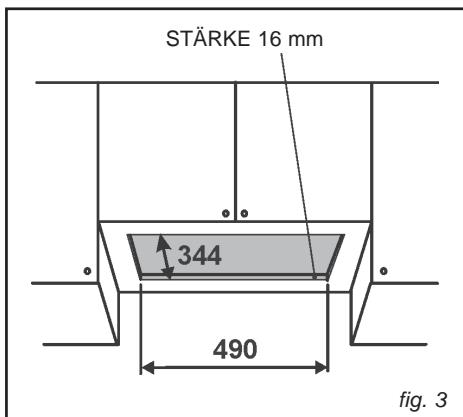

fig. 3
- Vor der Montage des Geräts muß in der Hängeschrankunterseite ein dem Gerät entsprechender Ausschnitt vorgenommen werden (Abb. 3). Die Hängeschrankunterseite muss 16 mm dick sein.
- Das Gerät in den Ausschnitt eingefügen (Abb. 3).